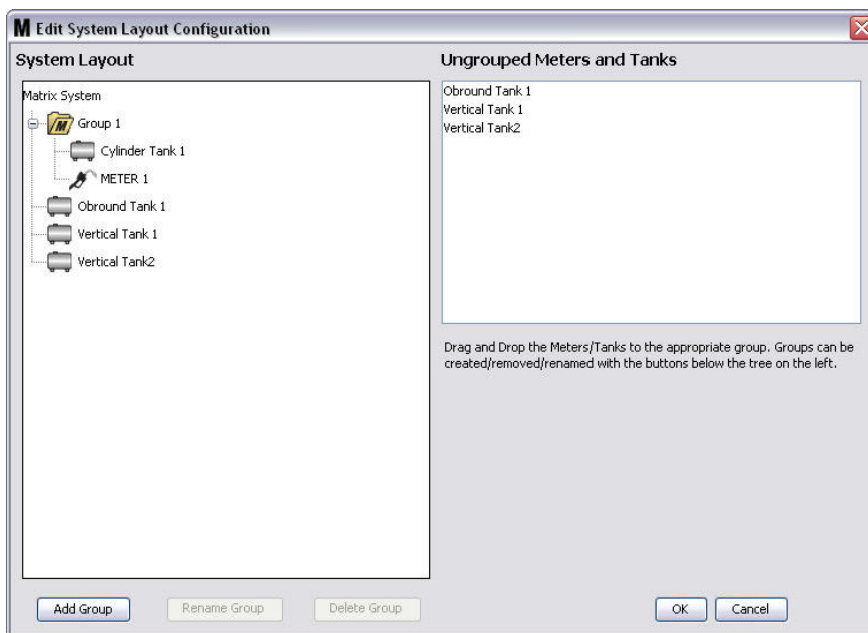

Рис. 95
7. Выбранные цистерны и расходомеры появятся под значком папки в части окна «Matrix System» (Рис. 95).
9. Чтобы переименовать группу, выберите мышью папку группы из перечня в части окна «Matrix System». Далее нажмите кнопку «Rename Group» [Переименовать группу] (Рис. 95).
10. Чтобы удалить группу, выберите мышью папку группы из перечня в части окна «Matrix System». Далее нажмите кнопку «Delete Group» [Удалить группу] (Рис. 95).